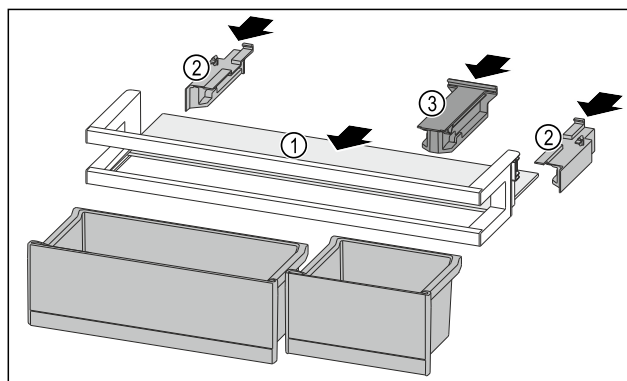

Fig. 91
- ▶ Introduzca el estante Fig. 91 (1) en los huecos laterales.
- ▶ Inserte las partes laterales Fig. 91 (2).
- ▶ Inserte la pieza de retención Fig. 91 (3).